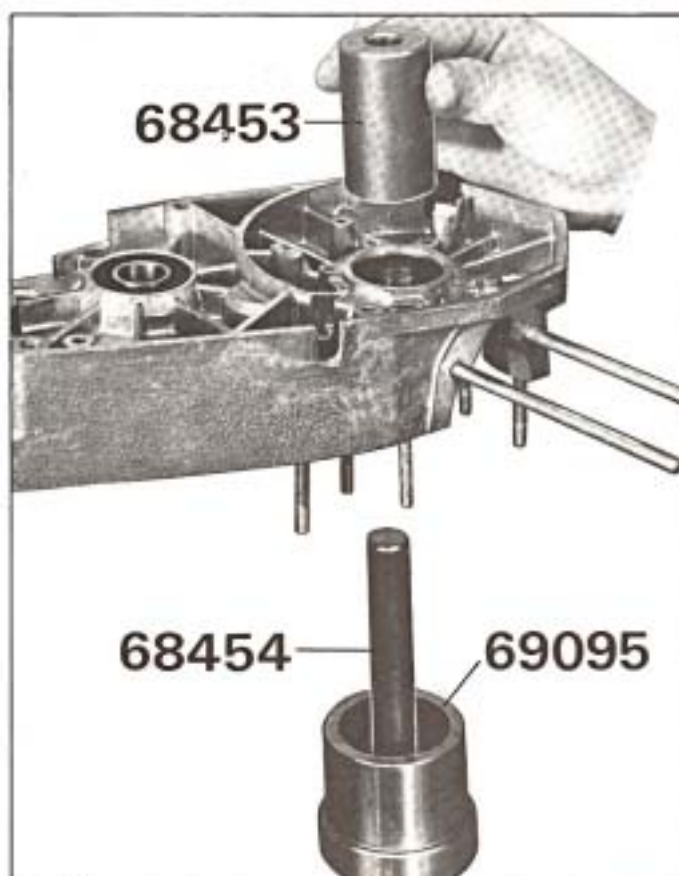

Fig. 41
- Chasser l'ensemble joint et roulement à l'aide de l'outil 68453 (figure 41).